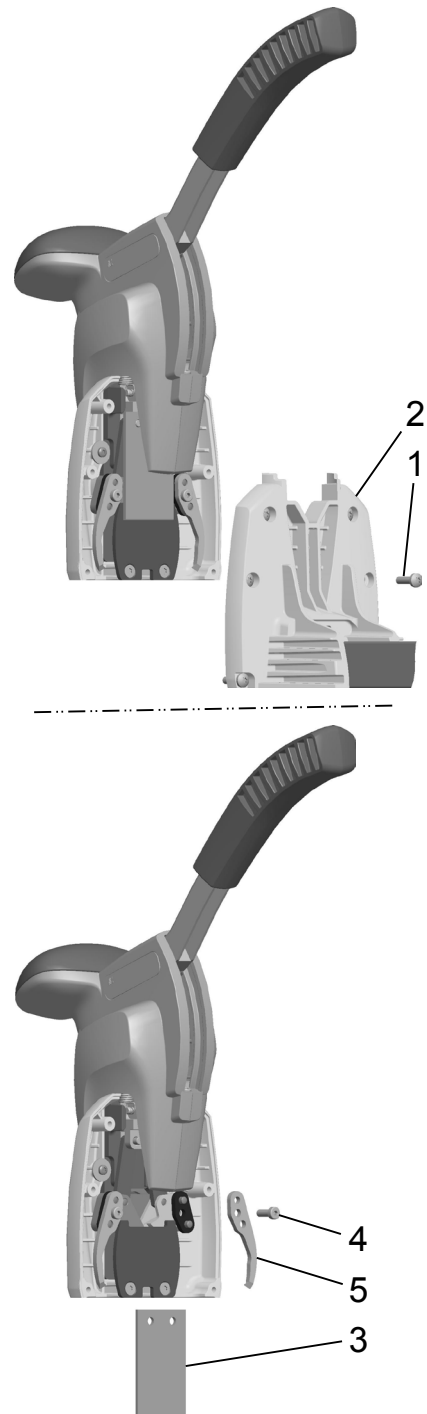

Fig. 10
- Sechs Schrauben (Fig. 10/1) am hinteren Gehäuse entfernen.